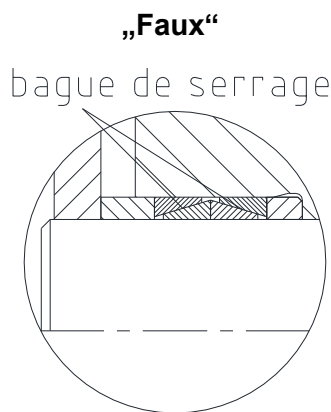

Fig 6: mauvais montage de plusieurs paires
- En cas de montage de plusieurs KTR 150 (max. 4 paires), respecter le même de position (voir Fig 6 et 7).